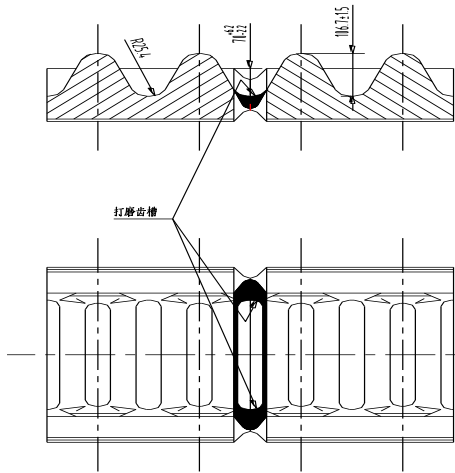

Рисунок 6-10. Сварка во внутренней части впадины зуба
3. Перед заполнением стыков сварных швов на стыке необходимо наложить валик (наварить металл сварного шва) толщиной 3 мм. Место наваривания должно превышать место стыка на 13 мм. Выходящий за пределы металл после сварки зашлифовать, чтобы обеспечить единство с литьем впадины зубца (см. рисунок 6-10).